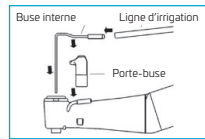

Fig. 2
- Placez la buse interne dans le porte-buse. (Figure 2)